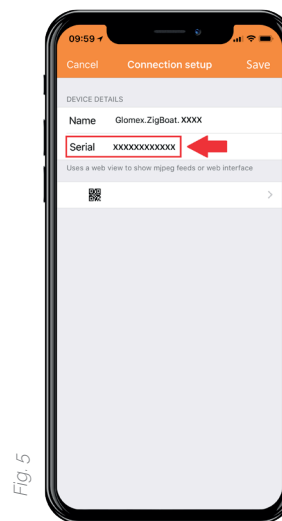

Fig. 5
**NOTA:** Alternativamente, puede agregar manualmente la puerta de enlace introduciendo en el campo SERIE el número de serie y el código de instalación (separados por -) que se encuentran en la etiqueta de la puerta de enlace (fig. 5). Se deberá asignar un nombre personalizado a la puerta de enlace llenando el campo NOMBRE.